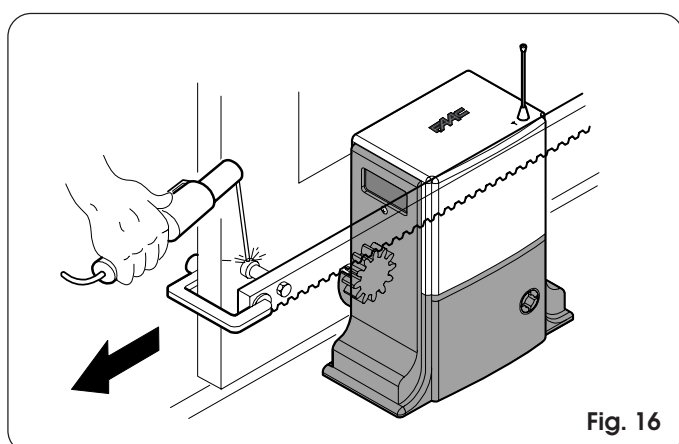

Fig. 16
- 3) Appoggiare sul pignone il primo pezzo di cremagliera a livello e saldare il nottolino filettato sul cancello come indicato in Fig. 16.